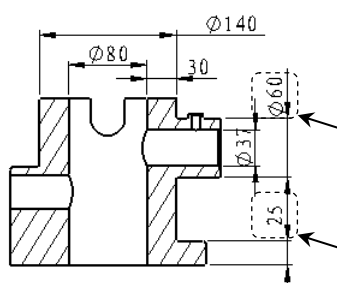

图 6.3.61 整理的尺寸
Step3. 选取命令。选取下拉菜单 **工具(T)** $\rightarrow$ **对齐** $\rightarrow$ **竖直对齐(V)** 命令，选取的尺寸将竖直对齐，如图 6.3.61 所示。